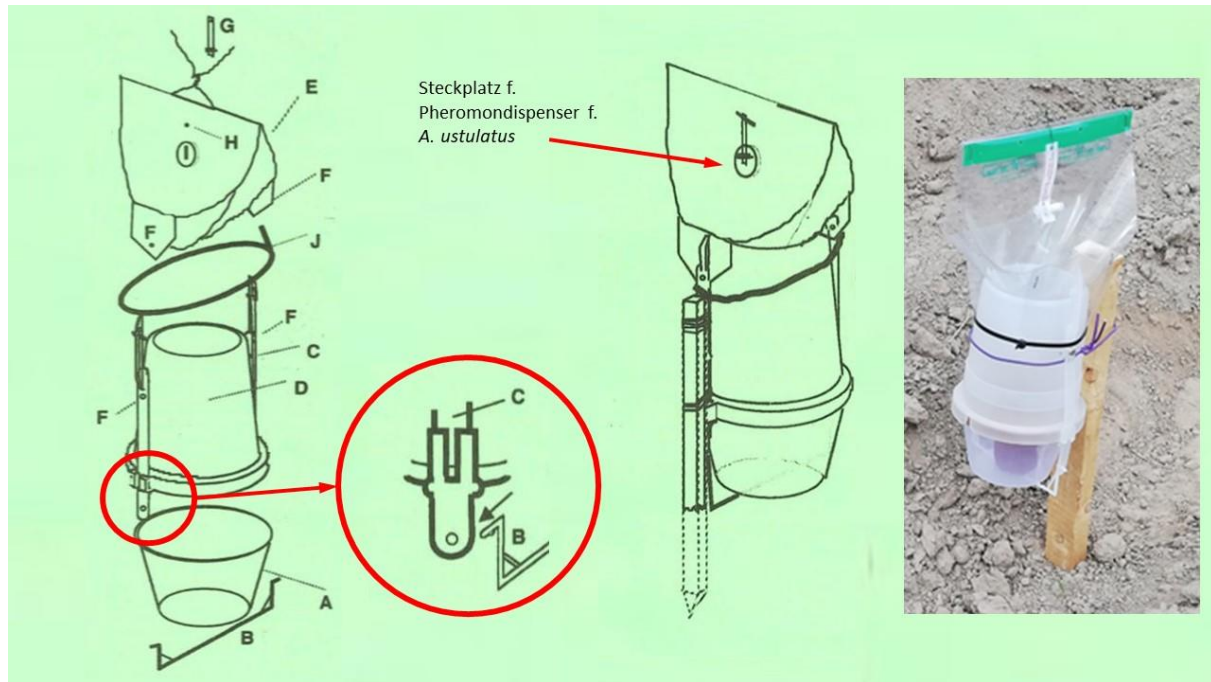

Abbildung 3 - Zusammenbau der Pheromonfalle Typ B (VARb3)
- 5) Setzen Sie den Dispenser (G) in die Öffnung (I) am oberen Fallenteil (E) mit Hilfe eines Verschlusskeiles (Rundkopfklemme) oder einem Drahtstück, der in einem kleineren Loch (H) fixiert wird, ein.
- 6) Legen Sie den Kabelbinder (J) um die zusammengebaute Typ B-Falle (siehe Abbildung 3) und ziehen Sie dieses fest zusammen.
- **Falle 4 (Fallentyp B, Abbildung 3):**
Die Pheromonphiole (Abbildung 3, Bezeichnung G) der Falle 4 (*A. ustulatus*) wird am oberen Fallenteil (Abbildung 3, Bezeichnung E) in die dafür vorgesehene Öffnung (Abbildung 3, Bezeichnung I) mit Hilfe eines Verschlusskeils oder Drahtes (Abbildung 3, Bezeichnung H) befestigt.